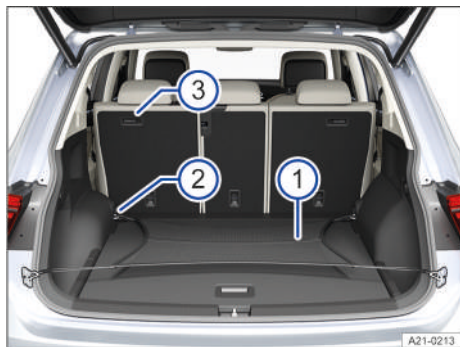

Fig. 207 En el maletero: red para equipajes enganchada a ras del piso.
1. Fije los ganchos de la red en las argollas de amarre delanteras → **fig. 207** ②, → **⚠**. La cremallera de la red tiene que quedar hacia arriba.
2. Fije los ganchos del otro extremo de la red en las argollas de amarre situadas debajo del umbral de carga → **fig. 207**.
1. Fije los ganchos de la red en los asientos → **fig. 207** ③, → **⚠**. La cremallera de la red tiene que quedar hacia arriba.